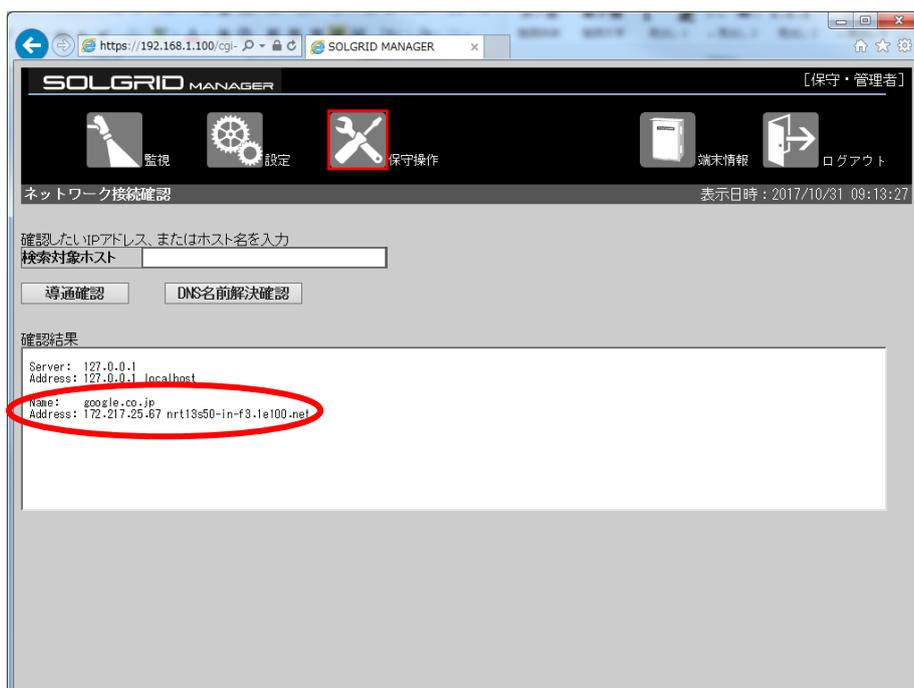

図 3.6-48 DNS 名前解決結果・正常時
④「確認結果」にコマンドの実行結果が表示されます。結果の確認方法の詳細は図 3.6-48 を参照してください。
正常な場合は図 3.6-48 に示すように下段に入力したホスト名とそのホストの IP アドレスが表示されます。表示された IP アドレスが、設定されたものと違っている場合は、ネットワーク管理者に相談してください。